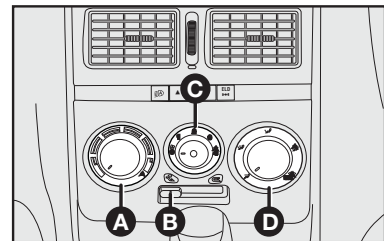

fig. 56
CONTROLES - fig. 56
1) Mando para la temperatura del aire **A-fig. 56** totalmente posicionado a la izquierda.
2) Cursor del ventilador **C-fig. 56:** posicionado en la velocidad máxima.
3) Mando para la distribución del aire **D-fig. 56** indicador en , para controlar que todas las salidas de aire estén abiertas.
4) Conecte el aire acondicionado abriendo el selector **C-fig. 56**.
El aire acondicionado es muy útil para acelerar el desempañamiento porque deshumedece el aire. Es suficiente regular los mandos para la función de desempañamiento, y activar el aire acondicionado, presionando el pulsador **C-fig. 56**.
1) Acondicionador de aire conectado **C-fig. 56**.